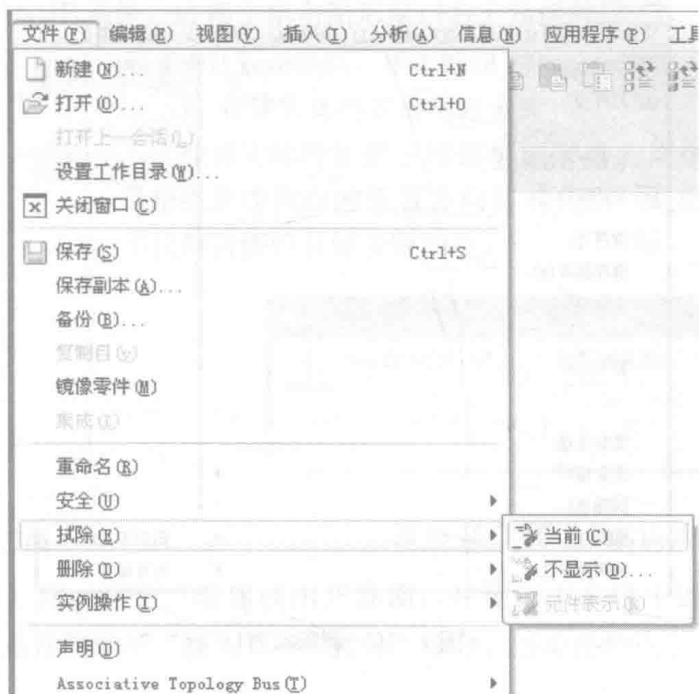

图 1-6 清除内存文件
(1) 清除内存文件。选择主菜单“文件”→“拭除”，如图 1-6 所示。在子菜单中选择“当前”命令，弹出【拭除确认】对话框，如图 1-7 所示，单击按钮，则清除内存中的当前图形文件；若选择“不显示”命令，则会弹出【拭除未显示的】对话框，如图 1-8 所示，单击按钮，则会清除内存中存在的所有文件。